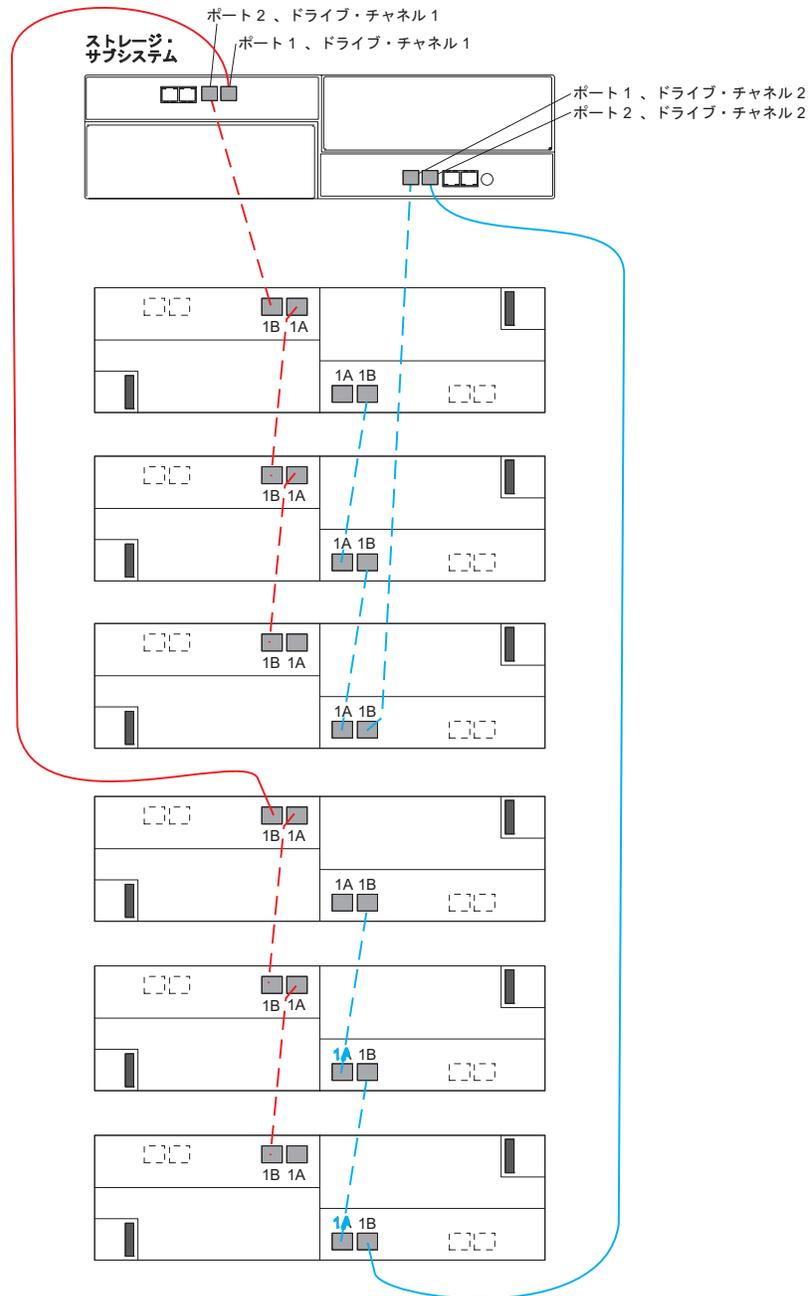

図 41. 1 つの DS3950 と最大 6 つのストレージ拡張エンクロージャーのケーブル接続
1 つの DS3950 ストレージ・サブシステムと 6 つまでのストレージ拡張エンクロージャーをケーブル接続する場合、図 41 に正しいケーブル接続トポロジーが示してあります。
7. 6 個のストレージ拡張エンクロージャーを DS3950 に接続する場合、両方のドライブ・チャンネル内のすべてのポートを使用します。ケーブル接続トポロジーについては、72 ページの図 41 を参照してください。